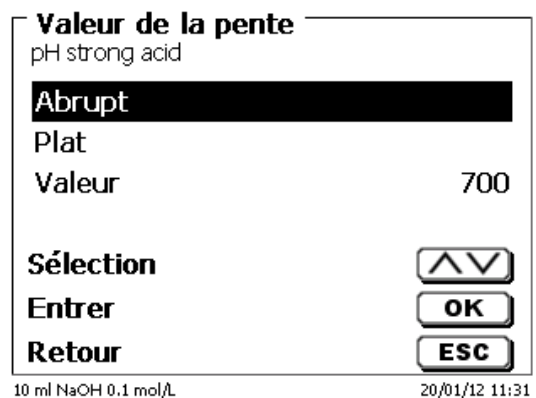

Fig. 162
Si la reconnaissance du point d'équivalence (EQ) est activée, il est possible de fixer la valeur de pente pour le point d'équivalence (Fig. 162).